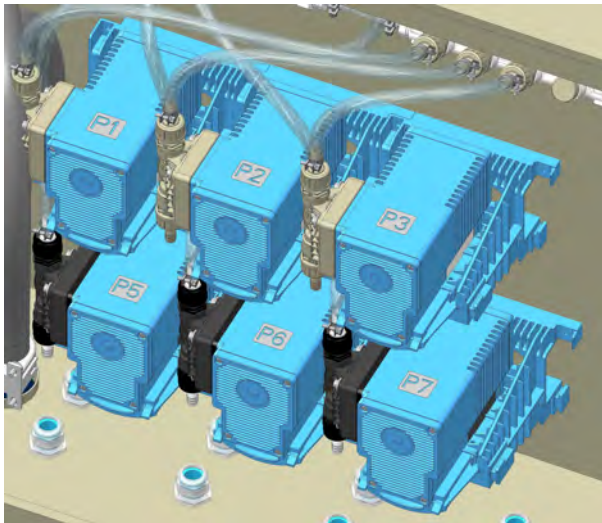

Fig. 6 : Affectations produit
- 1.** ➤ Passer les tuyaux des lances d'aspiration de produit correspondantes par les vissages de collier de fixation (Fig. 6 , repère 1).
- 2.** ➤ Brancher les tuyaux aux raccords pour flexibles correspondants (Fig. 6 , repère 2) des pompes (Fig. 6 , repère 3) avec les colliers de serrage inclus.